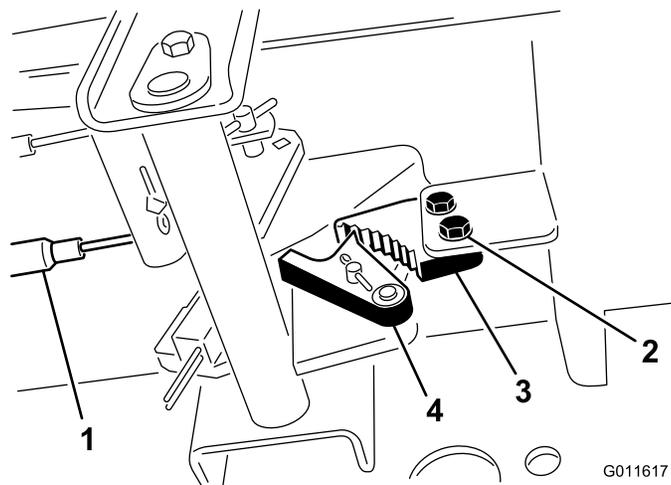

Bild 36
1. Lösen Sie die zwei Schrauben, mit denen die Sperre der Feststellbremse am Rahmen befestigt ist (Bild 36).
2. Drücken Sie das Pedal der Feststellbremse nach vorne, bis der Bremsauslöser ganz an der Bremssperre greift (Bild 36).